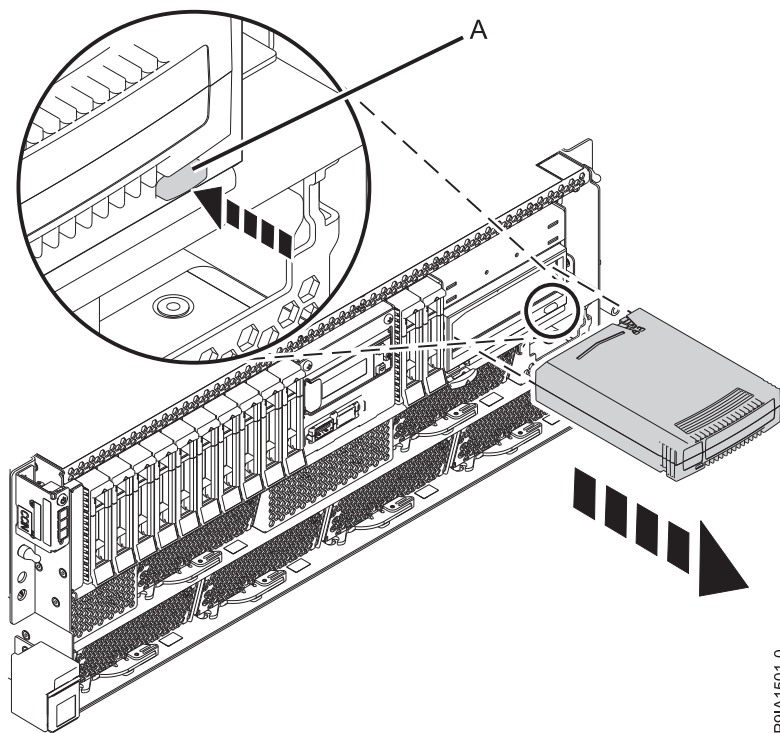

Abbildung 29. Vorderansicht einer internen RDX-Andockstation und des austauschbaren Plattenlaufwerks
3. Drücken Sie die Entnahmetaste des internen austauschbaren RDX-Plattenlaufwerks, die in Abb. 29 dargestellt ist.